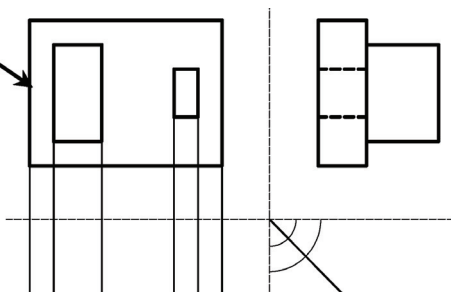

图 2-36 框选“主视图”自动绘制构造线
3) 执行“自动创建构造线”（amautoclines），选择执行“竖直向下的构造线”选项，然后框选“主视图”，系统自动创建构造线，如图 2-36 所示。